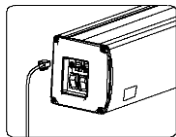

Abbildung 24
2. Schließen Sie ein Ende des Kabels an den Port des Leinwandcontrollers und das andere an den RS-232/USB Port im Rechner (bzw. im Controller) ein. (**Hinweis:** um ein RS232 zu nutzen, ein RS232 Port oder ein RS232/USB Adapter kann notwendig sein, die nicht mit der Leinwand mitgeliefert werden.) – Abbildung 24 und 25